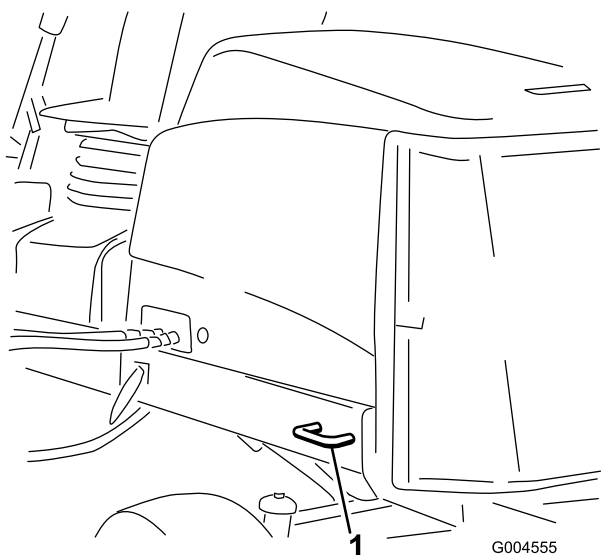

Figure 33
- Arrière – chaque côté de la machine sur le cadre arrière (Figure 33)